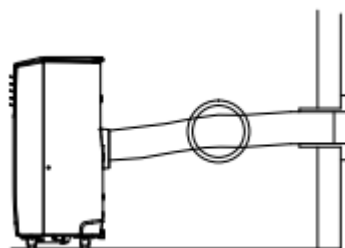

FIG.7
- Undgå vridninger og bøjninger i udstødningsslangen, da dette vil medføre, at udtømt fugtig luft opbygges, hvilket får enheden til at overophedes og lukkes ned. Fig. 7 og 8 viser korrekt position